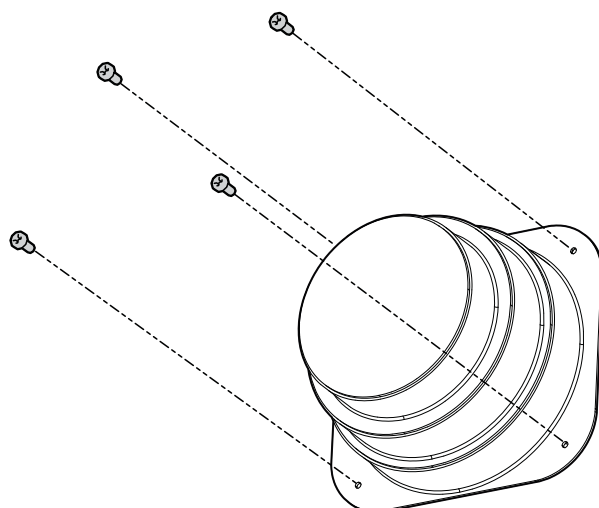

Fig. 3
- Fissate la flangia KfV con le quattro viti autofilettanti fornite a corredo (fig.3)
- Fix the KfV flange using the four self-threading screws supplied (fig.3)
- Fixer la bride KfV avec les quatre vis autotaraudeuses fournies (fig.3)
- KfV Flansch mit den vier mitgelieferten Schrauben befestigen (Abb. 3).
- Fije la brida KfV con los cuatro tornillos autorroscantes suministrados (fig. 3).